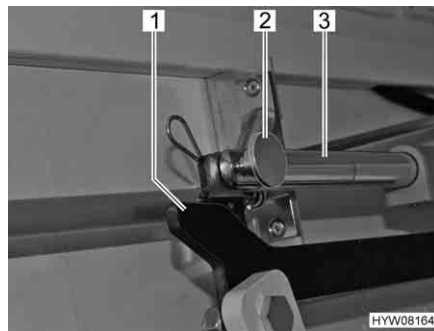

Fig. 73 Azionamento
- Rimuovere il collegamento (p. es. copiglia e bullone) (Fig. 73,2) tra la biella (Fig. 73,3) e la leva (Fig. 73,1).